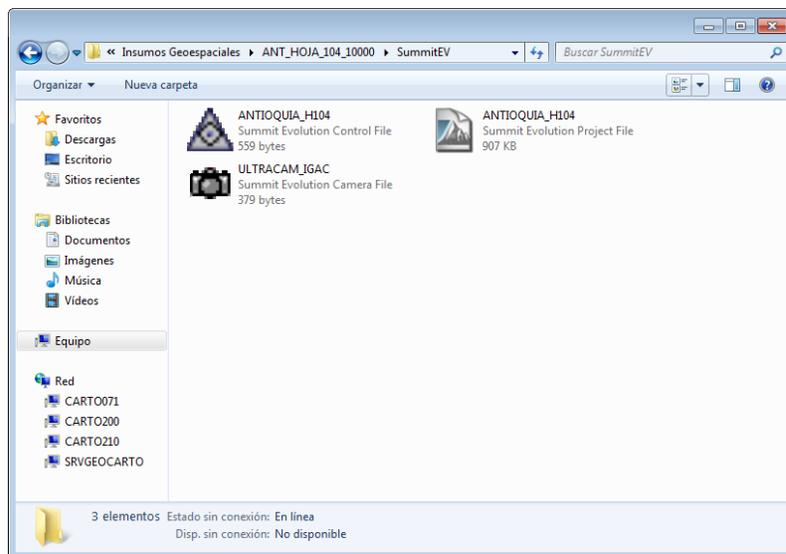

Figura 35. Copia archivos de aerotriangulación Summit en el archivo local
1. Copie en el disco local según estructura de carpetas aprobadas para el proceso, los archivos Summit del proyecto asignado ubicado en I:\Insumos Geoespaciales\Nombre\_del Proyecto\SummitEV. Los archivos son los siguientes:(Ver Figura 35).